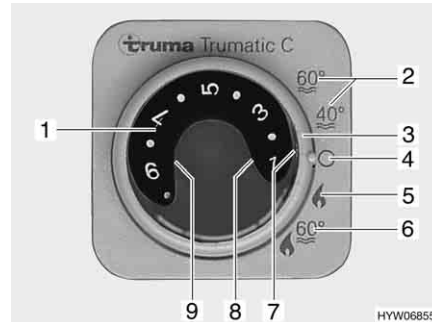

Fig. 39 Unité de commande pour chauffage/chauffe-eau
■ Régler le mode de régime à l'aide de l'interrupteur tournant (Fig. 39,3) :
- Régime été (chauffe-eau uniquement) "40°C" ou "60°C" (Fig. 39,2)
- Régime hiver "Chauffage sans chauffe-eau" (Fig. 39,5)
- Régime hiver "Chauffage et chauffe-eau" (Fig. 39,6)
- Arrêt (Fig. 39,4)
Le chauffage règle le degré d'allumage automatiquement en fonction de la température ambiante requise. Une fois que la température ambiante désirée est atteinte, le brûleur s'éteint. La température intérieure est mesurée avec la sonde de température qui se trouve à côté du panneau de contrôle. En mode "Chauffage et chauffe-eau" (Fig. 39,6) l'eau est également chauffée dans le chauffe-eau. Il est possible de faire fonctionner le chauffage en mode "Chauffage sans chauffe-eau" (Fig. 39,5) et le chauffe-eau vide.
- Régler le bouton tournant de température (Fig. 39,1) de l'unité de commande sur la température ambiante désirée.
- Régler l'interrupteur tournant (Fig. 39,3) en régime hiver "Chauffage sans chauffe-eau" ou en régime hiver "Chauffage et chauffe-eau".
Le voyant de contrôle vert (Fig. 39,7) s'allume.
- Régler l'interrupteur tournant (Fig. 39,3) sur "Arrêt" (Fig. 39,4).
L'alimentation en tension du chauffage/chauffe-eau et de la valve de sécurité et de vidange ne peut pas être coupée par l'interrupteur principal 12 V. En cas de dysfonctionnement, le voyant de contrôle rouge (Fig. 39,8) sur l'unité de commande de chauffage/chauffe-eau Trumatic C s'allume (voir chapitre 14).